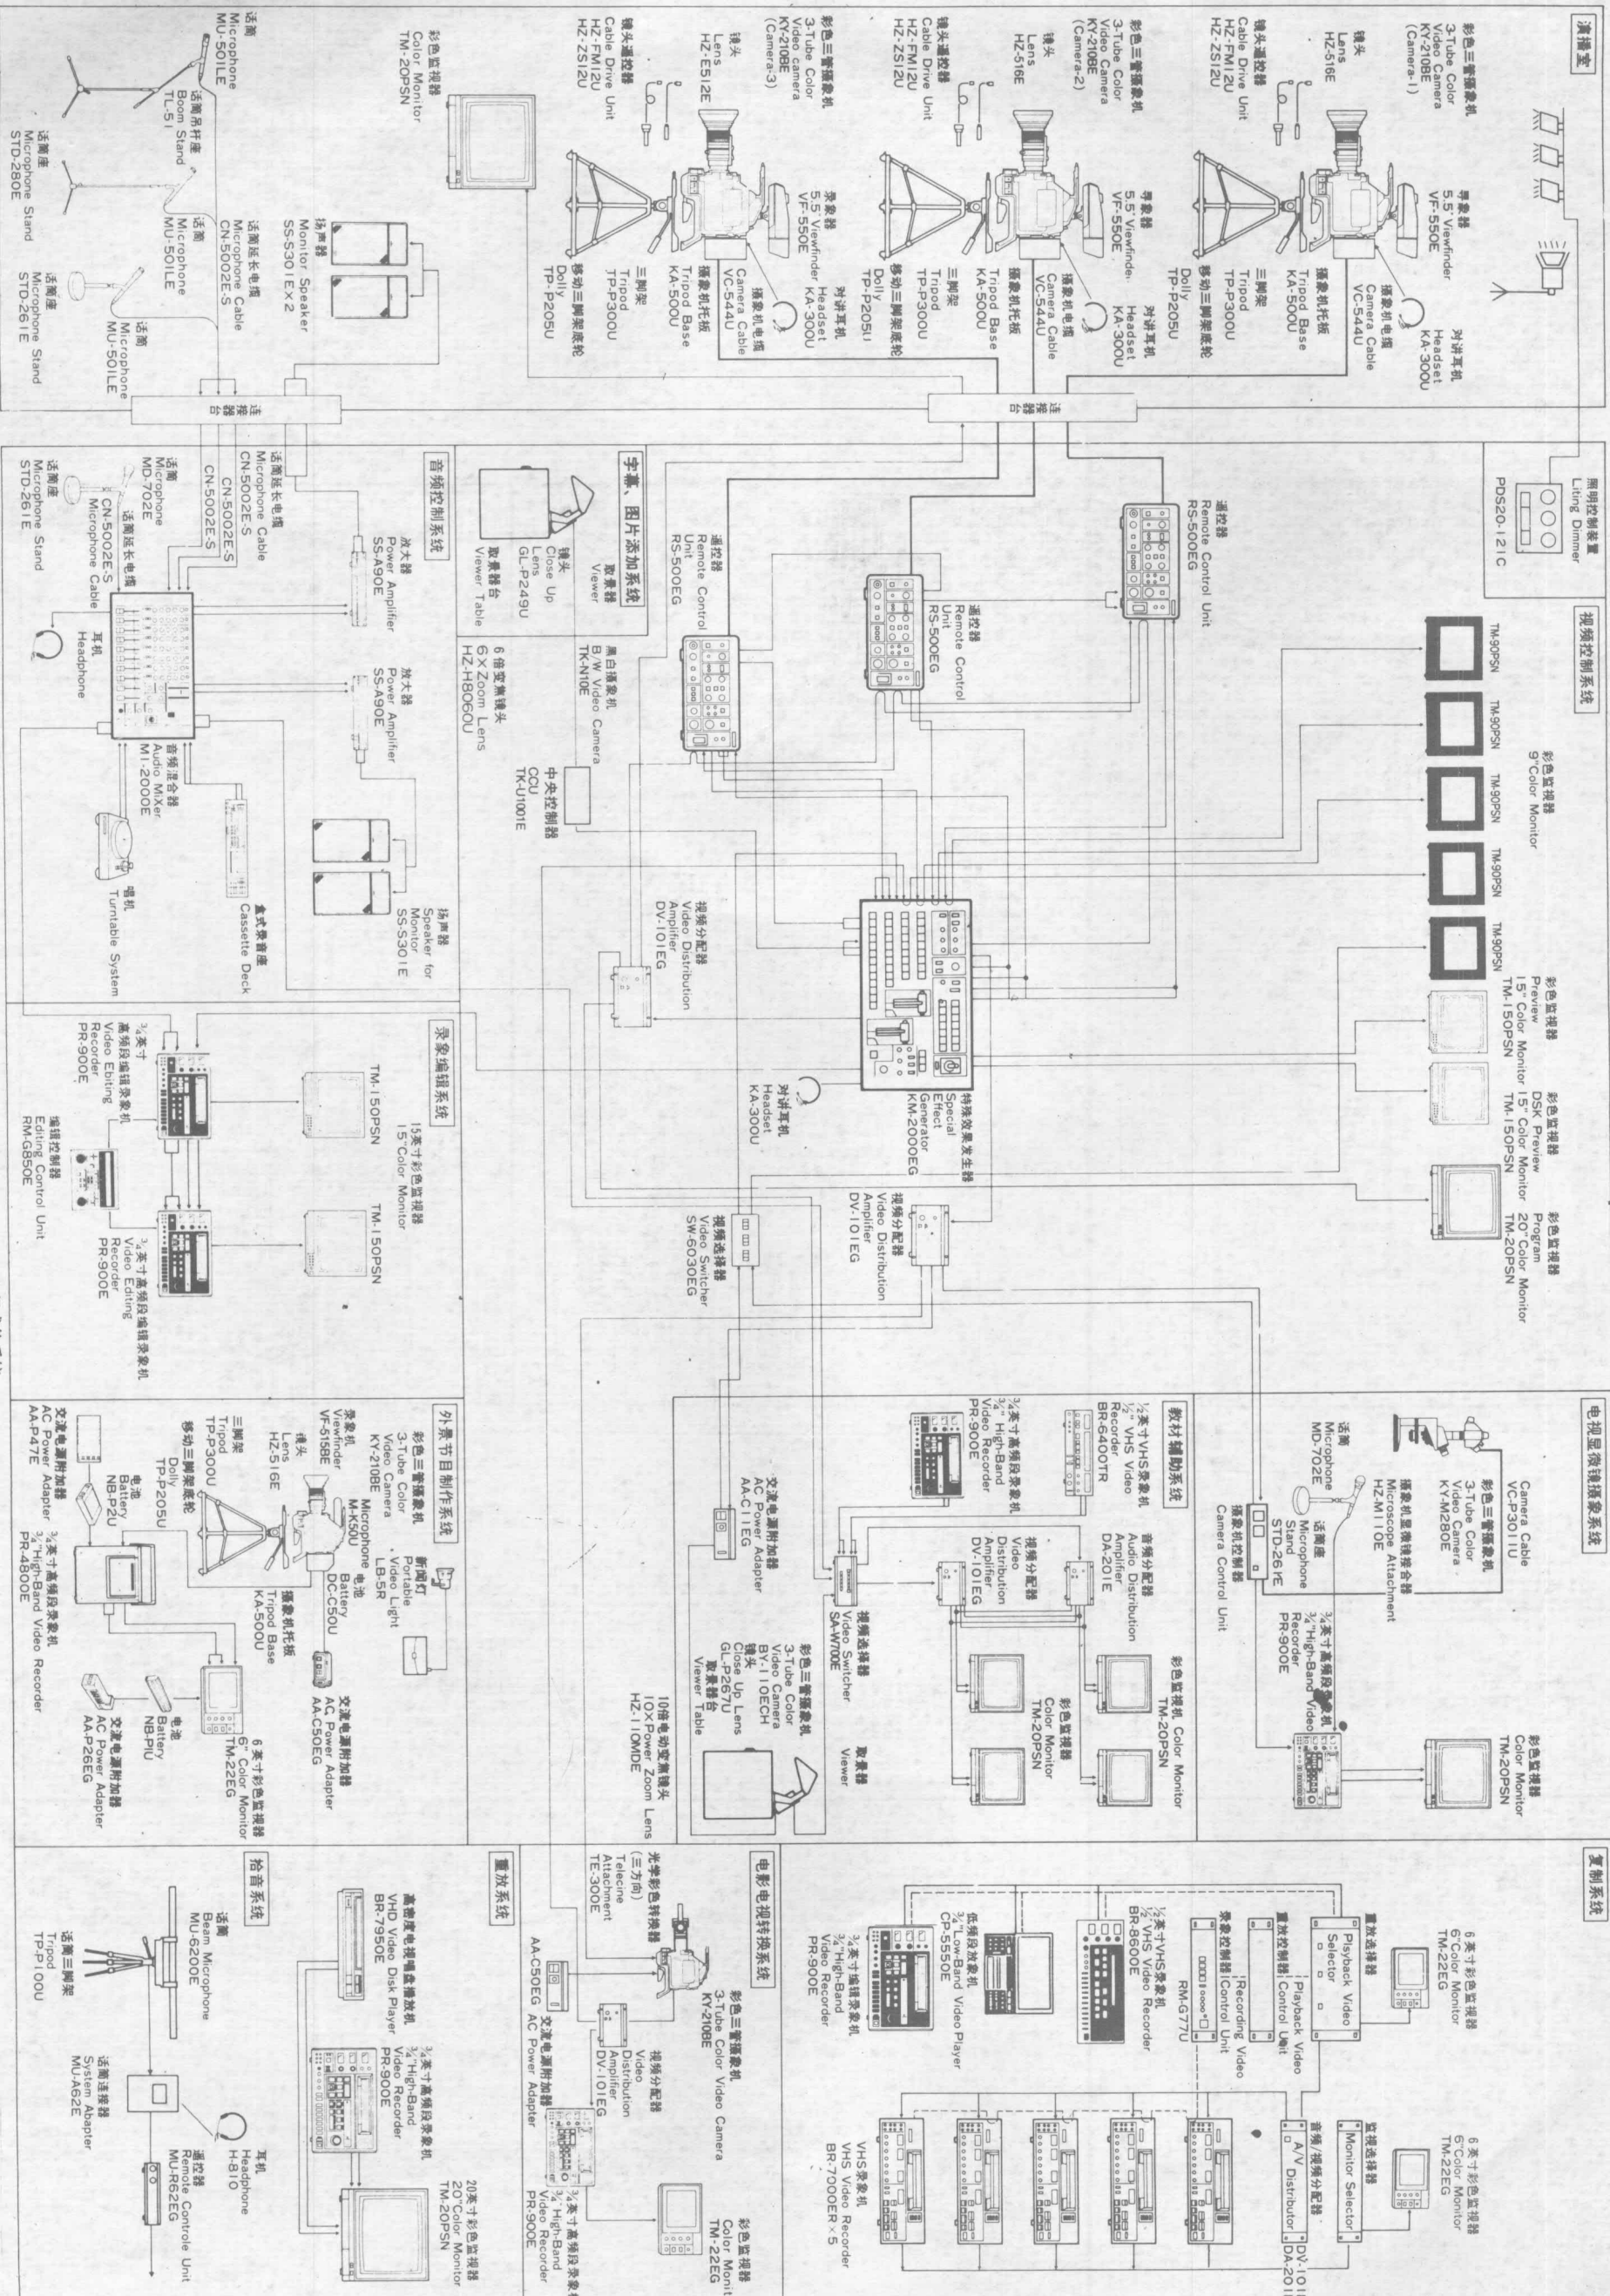

图 2. KY-210 与 KM-2000EG 组成的系统
2. 由 JVC(胜利)公司 KY-210BE 型彩色摄像机和 KM-2000EG 型特殊效果发生器等设备组成的演播室制作系统如第 9 页图 2 所示。
对母带的要求最重要的是当偏移磁场加到母带上时,不能使母带的磁性减弱。为此,必须使母带的矫顽力比复制带高出 2.5~3 倍才行。高速录象带复制机采用了一种具有高矫顽力的金属磁带。其次是在复录时,如果母带和复制带的磁性面贴得不紧密,就会使复制带的磁场减小,而且记录信号的频率越高,磁场损失就越严重,这就叫做跨距损失。为了减少跨距损失,则要求磁带的表面光洁度高。图 2 (见 25 页) 是复制效率曲线(即复制带和母带的残余磁化比)。由图可见,随着跨距的增加,高频端信号损失就越严重,所以应尽量减少跨距损失。